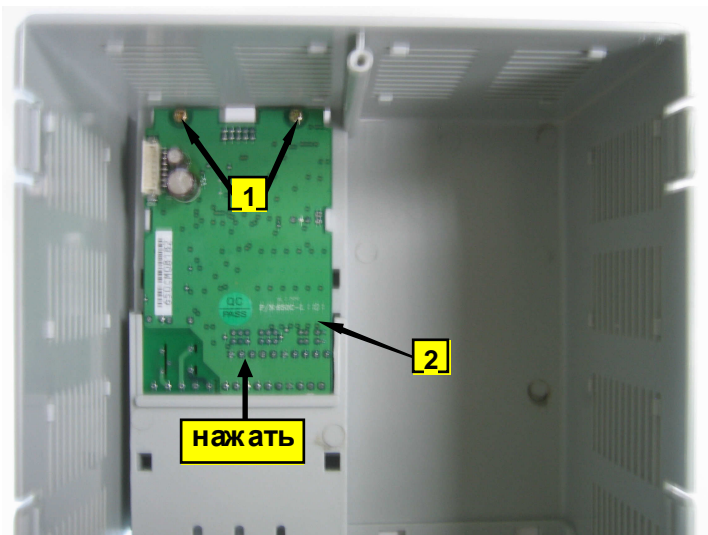

Рис. 6.8
6.5.3. Отвернуть два винта «1» крепления платы ЦП к верхней части корпуса (рис.6.8)
6.5.4. Нажать на нижнюю часть платы ЦП (рис. 6.8.) и извлечь ее.
7.6.1. Вставить плату ЦП «2» в верхнюю часть корпуса с внутренней стороны (рис.6.8).
7.6.2. Закрепить плату ЦП «2» двумя винтами «1» (рис. 6.8).